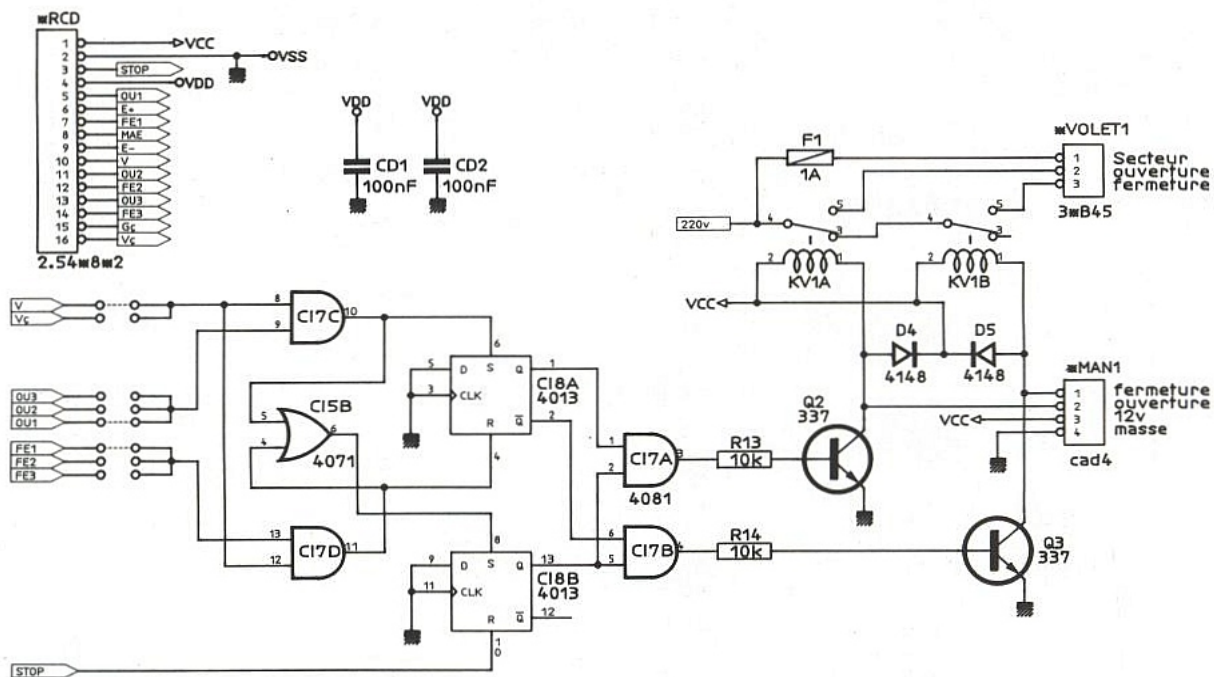
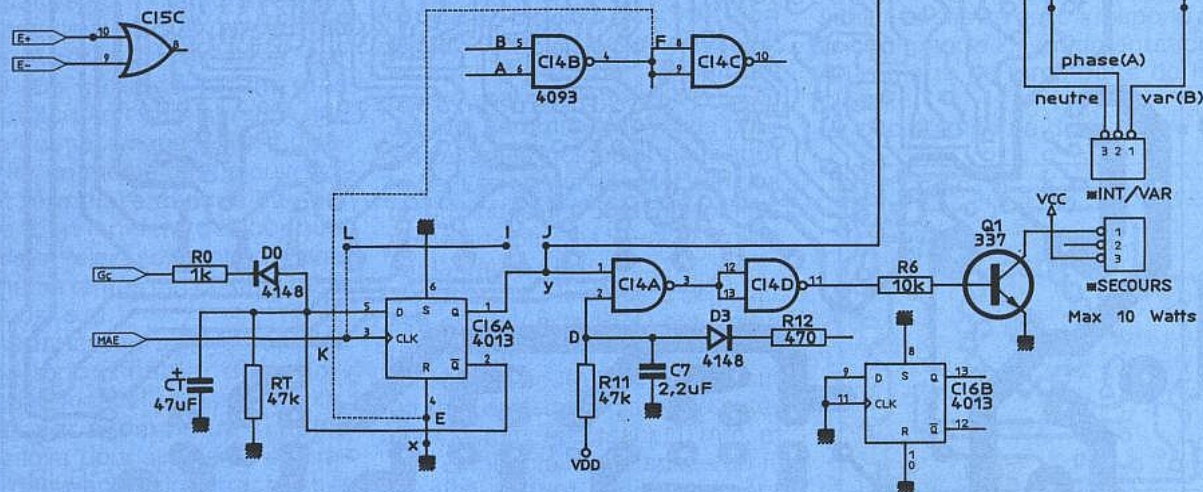

Figure 5b
Figure 5e
Commande des moteurs (figures 5b à 5d)
trois moteurs. Prenons comme exemple le premier moteur avec la **figure 5b** : un premier strap permet de choisir entre moteur de volet (V) ou autre (V\), deux autres straps permettent de choisir le groupe de commandes O/F (1 à 3) qui actionnera le moteur. Ceci permettra, par exemple, de coupler deux moteurs sur la même commande.
La **figure 5e** fait apparaître les options de câblage qui ont été prévues sur la carte de puissance pour la partie éclairage.
Pour échapper au double face, il a fallu passer par quelques straps (8 en dehors des options). Ils sont représentés par des traits en pointillés sur les tracés du circuit imprimé (**figure 6a**). Les straps repérés par des lettres (A-B, C-D, etc.) ne seront à établir que pour les variantes indiquées sur la **figure 5e**. Les straps de sélection des commandes (fig. 5b à 5d) sont représentés par des lignes d'étoiles sur la **figure 6b**.